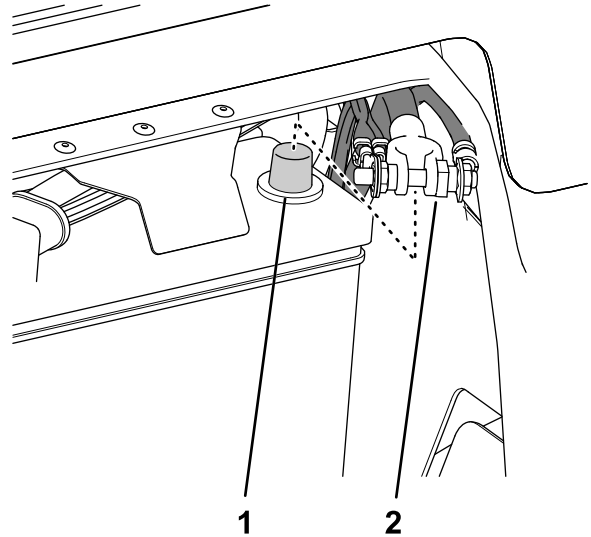

Figure 2
2. Débranchez le câble négatif (-) de la batterie (Figure 2).